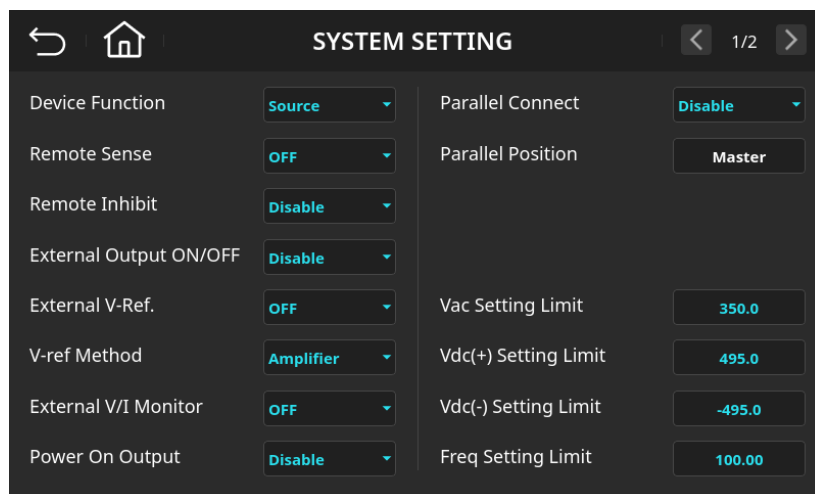

图 6-14 系统功能设定页面(Freq Setting Limit=100.00)
- 输入 \square , \square , \square 后按下 **Enter** 键，数值变更成“100.00”，如图 6-14 所示。